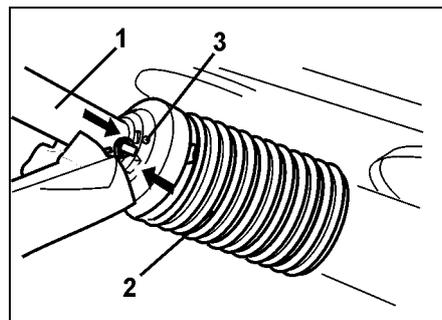

Fig. 38
8. Introducir la mitad del tubo protector (Fig. 38/1) y girar la teja protectora (Fig. 38/2) a la posición de montaje.
9. Enroscar el tornillo de fijación (Fig. 38/3).